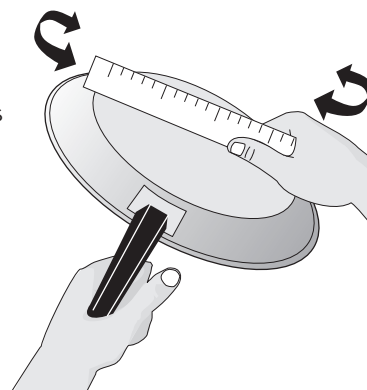

Figure 4: Mise à l'essai des ustensiles de cuisine
- Veiller à ce que les grilles soient bien en place sur la surface de cuisson avant d'allumer les brûleurs (Figure 4). Les grilles sont conçues pour reposer à l'intérieur de la zone en retrait de la table de cuisson.